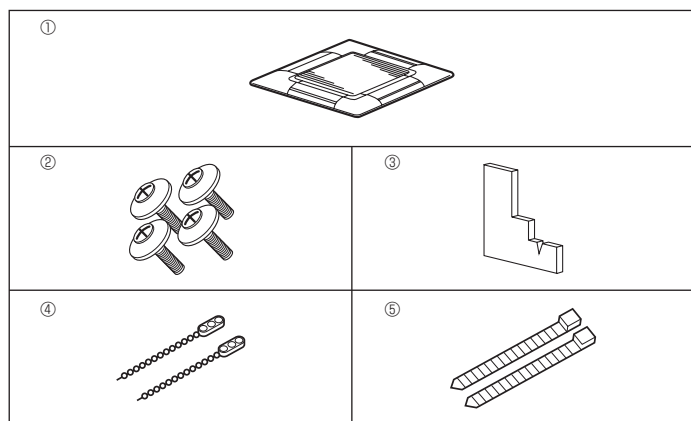

Fig. 5-1
5.1. Vérification des accessoires de la grille (Fig. 5-1)